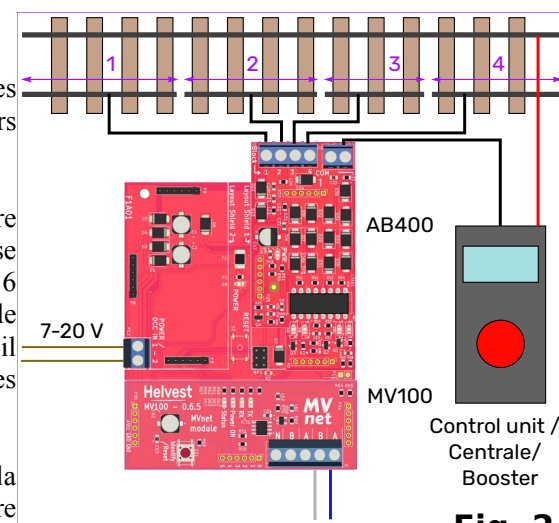
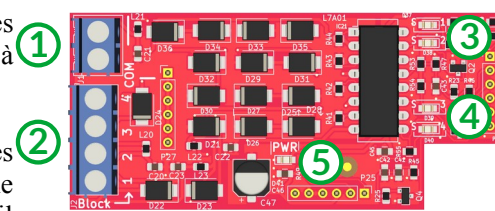

Fig. 2
Fig. 3
La carte mère HP100 doit être alimentée par une tension comprise entre 7 et 20 V CA, ou entre 7 et 16 V CC. Un bus numérique tel que le DCC convient également, bien qu'il ne soit pas recommandé pour les grands réseaux (fig. 2).
La figure 3 montre en détail les connecteurs de l'AB400. Dans le connecteur (1), indiqué par COM, il faut insérer le fil commun à toutes les sections, provenant du booster ou de la centrale numérique. Dans la figure 2, ce fil est représenté en noir.
Le connecteur (2) comporte les contacts des quatre sections du bloc, numérotées de 1 à 4 : ces fils doivent aller sur les rails sectionnés, également représentés de 1 à 4 sur la figure 2.
Le rail non sectionné (avec le fil rouge dans la fig. 2) doit être connecté directement au booster ou à la centrale.
Après avoir connecté les voies comme dans la fig.2, avant de configurer la carte sur MVnet, mettez le décodeur et le réseau sous tension et faites rouler un train sur les
Une fois que toutes les connexions ont été effectuées, mettez la carte sous tension. Le voyant vert n° (5) (fig. 3) indique que l'alimentation électrique est correcte.
Le module est inséré, les voyants d'alimentation sont allumés, mais les trains dans les sections correspondantes ne se déplacent pas.	Vérifiez la connexion correcte des sections de voie, qui doit être effectuée comme dans la figure 2. Vérifiez que les fils sont bien en contact avec les bornes (ils ont été bien dénudés et les vis sont bien serrées). Vérifiez que la voie est propre. S'il y a un court-circuit : Assurez-vous que vous n'avez pas confondu les fils de différents centrales ou boosters sur le même module AB400.
Le module est inséré, les LED d'alimentation sont allumées, les trains dans les sections correspondants sont en mouvement, mais les LED jaunes de présence ne s'allument pas.	Vérifiez la connexion correcte des sections de voie, qui doit être effectuée comme dans la figure 2.